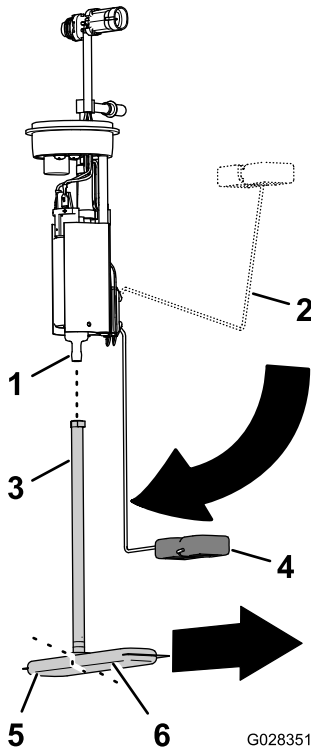

Bild 88
1. Entfernen Sie das Aufnahmerohr des Kraftstofffilters aus dem Anschlussstück der Kraftstoffpumpe (Bild 88).
2. Richten das Aufnahmerohr des neuen Kraftstofffilters am Anschlussstück der Kraftstoffpumpe aus (Bild 88).
3. Richten Sie das lange Teilstück des Kraftstofffilters mit dem Schwimmer aus, wenn sich der Schwimmerarm in der Stellung des leeren Kraftstofftanks befindet (Bild 88).
4. Schieben Sie das Anschlussstück der Kraftstoffpumpe in das Aufnahmerohr, bis das Anschlussstück vollständig sitzt (Bild 88).
2. Setzen Sie die Kraftstoffpumpe/Zuführeinheit in die Öffnung im Tank (Bild 87 und Bild 88).